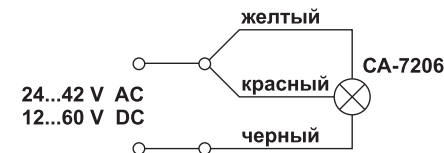

Рисунок 2. CA-7206. Схема подключения.
7.4. Осуществить подключение питающей цепи к клеммной колодке в соответствии со схемой подключения (рис. 2). Полярность при подключении к сети постоянного тока значения не имеет.